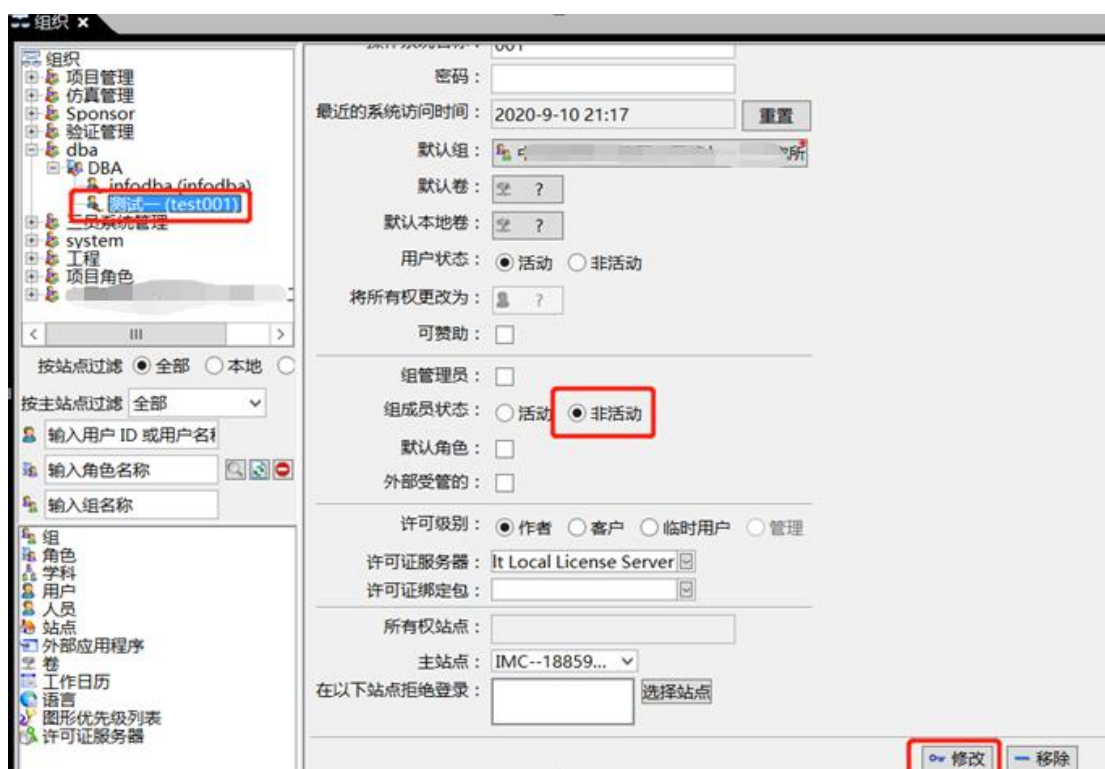

图 2
1) infodba 登陆 TC，打开组织模块，展开要修改的组，选中用户，将组成员状态改为非活动，点击修改保存。（如图 2）。